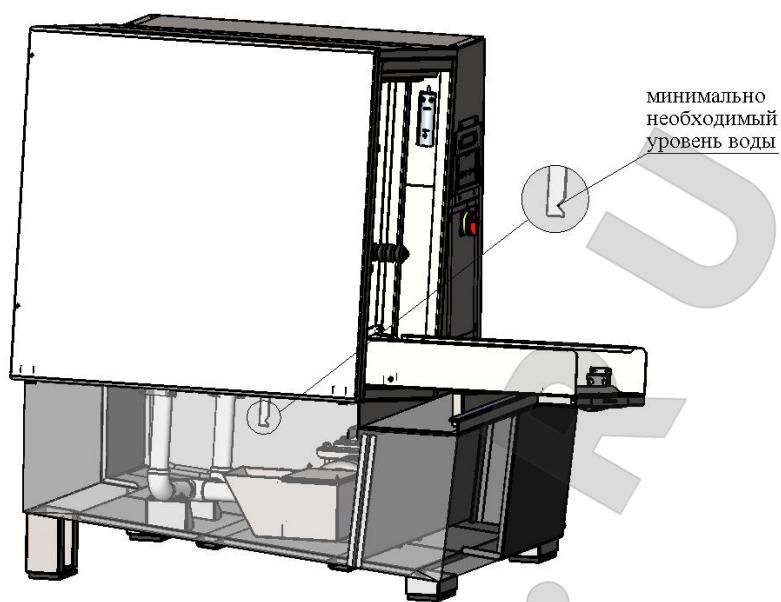

Рис. 4.
4.3. Подключить стенд к системе заземления, втулка (болт) заземления расположен на правой задней опоре ванны рис.4.
4.7 Подключить стенд к имеющейся пневмосистеме через переходник (рис.4), расположенныйный на задней стенке изделия.